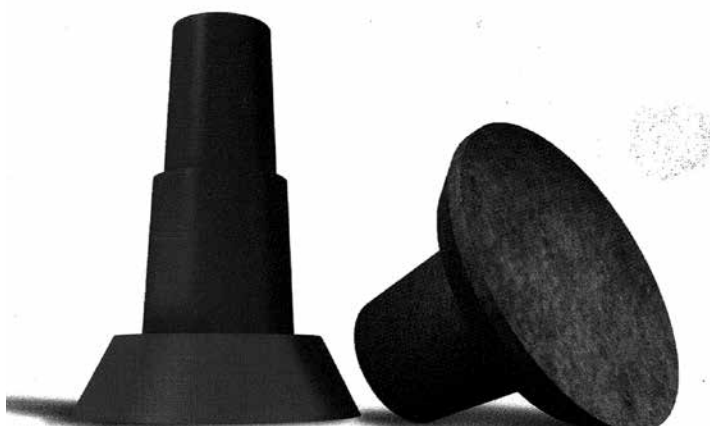

Fig. 8.1
2. Fixer la douille filetée DW 15 avec le bouchon de positionnement DW pour béton apparent sur le panneau coffrant à l'aide d'un clou de 80 mm ou d'une vis (fig. 8.1 à 8.3). Respecter l'entraxe entre les douilles filetées DW 15 (voir tab. MFS-4.3 et MFS-5.3).